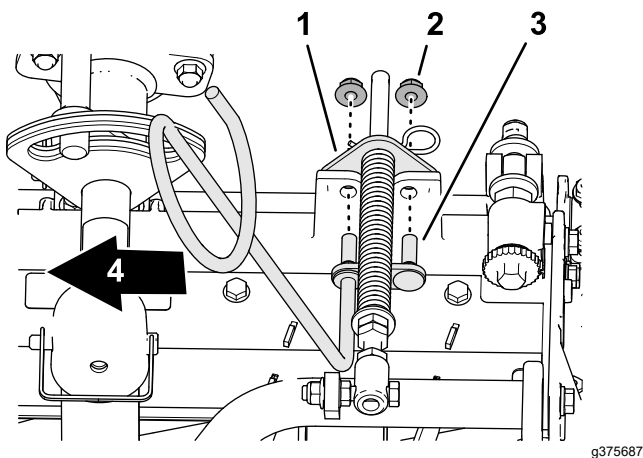

Figura 10
5. Alinee los espárragos de la guía de mangueras izquierda con los orificios del bastidor de la unidad de corte y del soporte del muelle de compensación (Figura 10).